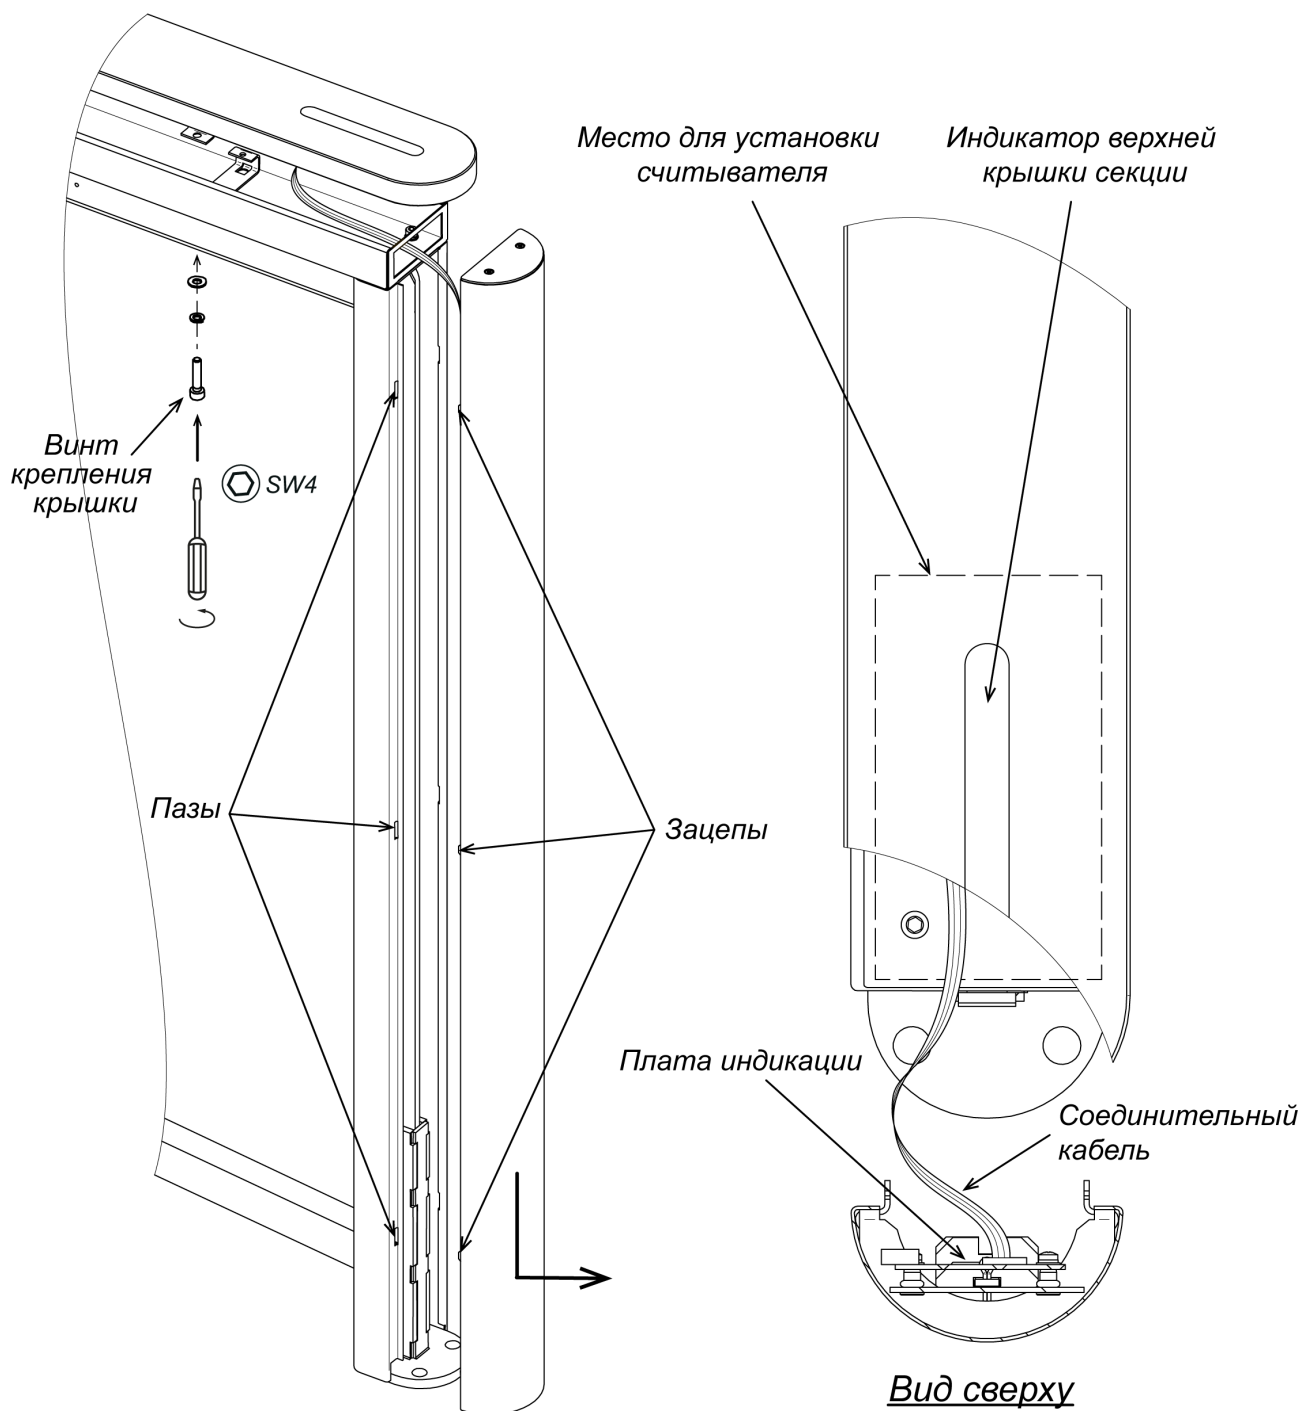

Рисунок 20. Снятие передней панели боковой стойки
21. При необходимости произведите монтаж считывателей карт доступа в верхнем коробе секции (см. рис. 20).
Для снятия передней панели боковой стойки (10) – сдвиньте ее вдоль стойки вниз и затем на себя, выводя зацепы панели из пазов в боковой стойке (см. рис. 20). Осторожно, не повредите соединительный кабель! Отсоедините разъем соединительного кабеля от платы индикации.
- Подключите соединительный кабель от модуля управления индикацией (разъем “PASS”, рис. 20) к плате индикации.
- С помощью ключа шестигранного SW4 закрутите четыре винта M4×16 с плоскими и пружинными шайбами из комплекта поставки через отверстия в нижней части верхнего короба секции (см. рис. 20).